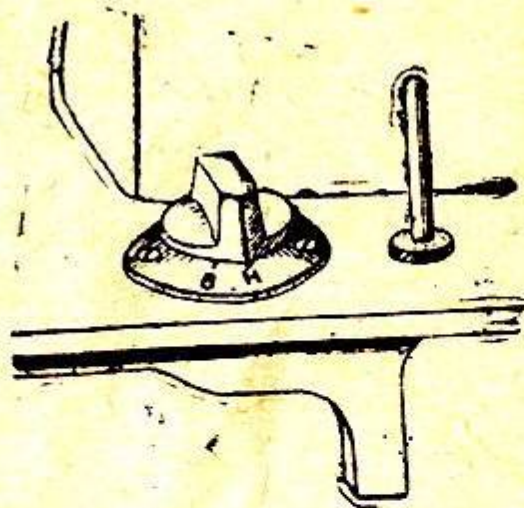

Рис. 28.
1. Прежде всего необходимо опустить зубцы рейки подачи (двигателя ткани), повернув ручку на платформе машины на левую метку В (вышивание), как указано на рис. 28.
6. Поворотом ручки на платформе (рис. 28) выключают подачу.